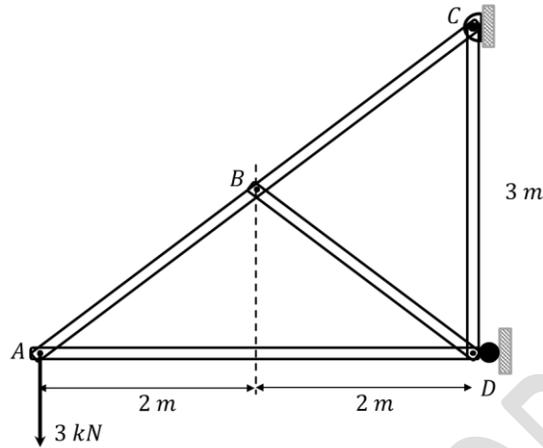

Fig. 5.21.
5.8.- En la armadura mostrada en la Fig. 5.21 se aplica una fuerza de 3 (kN) en el nudo A de ella. La armadura está montada en un pasador fijo en C y un soporte tipo rodillo en D. Calcule en cada una de las cinco varillas que la componen las fuerzas internas indicando si están en tensión o compresión. Utilice el método de los nudos.